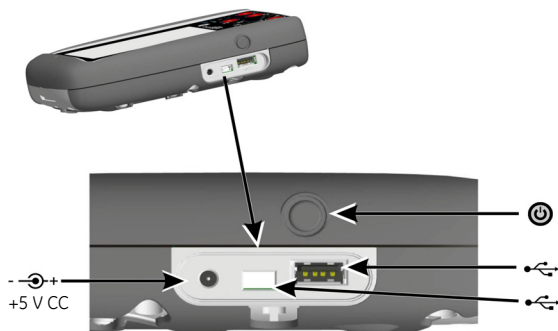

Fig. 2 Vue latérale
1. Raccordez le bloc d'alimentation CC/chargeur de batterie au point de connexion +5V_{CC} sur le côté de l'appareil (voir Fig. 2 Vue latérale).
2. La batterie peut aussi être rechargée à l'aide des connexions USB (voir Fig. 2 Vue latérale).
A partir de la position OFF – appuyez sur le bouton d'alimentation (voir Fig. 2, Vue latérale) jusqu'à ce que le tableau de bord soit affiché.